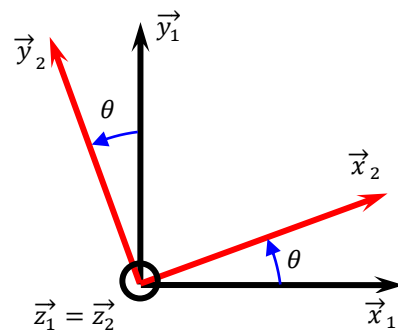

Figure 4
- indiquer le paramètre angulaire ici  $\theta$  (fig. 4).